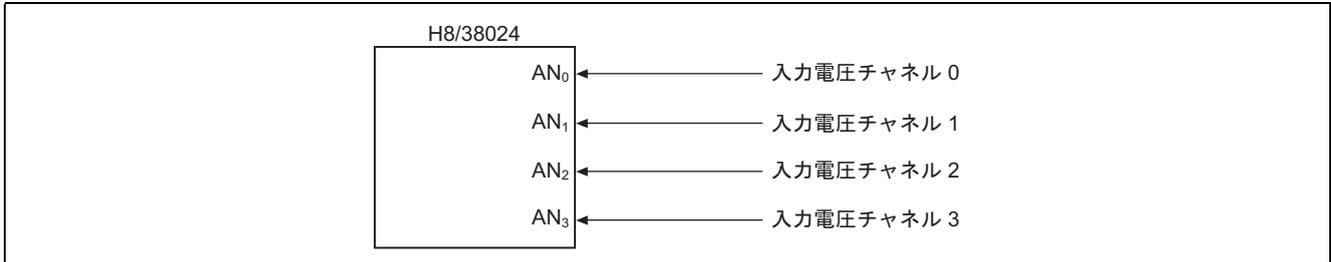

図 1 4 チャンネル A/D 変換による電圧測定
- (1) A/D コンバータを使用して、4 チャンネルの A/D 変換による電圧測定を行ないます。
- (2) 図 1 に示すように、4 チャンネルの電圧を H8/38024 に入力し、A/D 変換した結果を RAM に格納します。